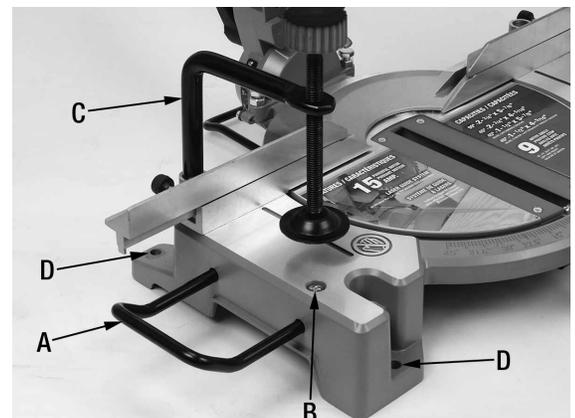

FIGURE 6
Installez les rallonges de table (A) Fig.6 de chaque côté de la base. Insérez les tiges des rallonges de table dans les trous de montage. Poussez-les à fond et fixez-les à l'aide des vis à tête fraisées (B) sur le haut de la table.
L'ensemble d'étau verticale (C) Fig. 6 peut être installé soit sur le côté droit ou le côté gauche du guide de la table. Insérez l'étau (C) dans le trou du guide du côté désiré à l'arrière du guide.
Avant d'utiliser la scie à onglets, assurez-vous qu'elle soit bien fixée à un établi ou une surface d'appui. Quatre trous sont prévus, un de ces derniers est illustré par (D) Fig.6. Ces trous permettent la fixation de la scie à une surface d'appui.